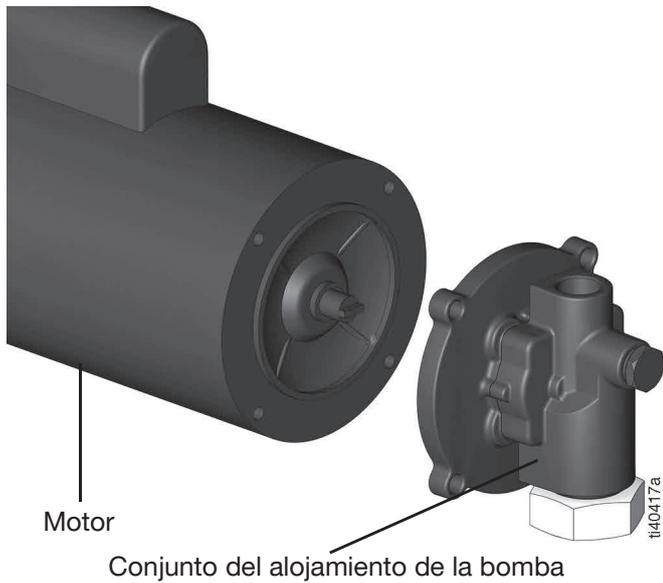

FIG. 5
6. Retire el montaje de alojamiento de la bomba del motor (FIG. 5).